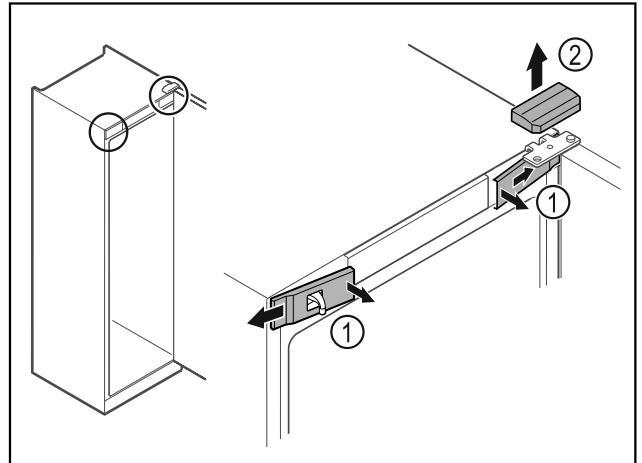

Fig. 13
- ▶ Vordere Abdeckungen Fig. 13 (1) innen ausrasten und zur Seite abnehmen.
- ▶ Obere Abdeckung Fig. 13 (2) nach oben abnehmen.